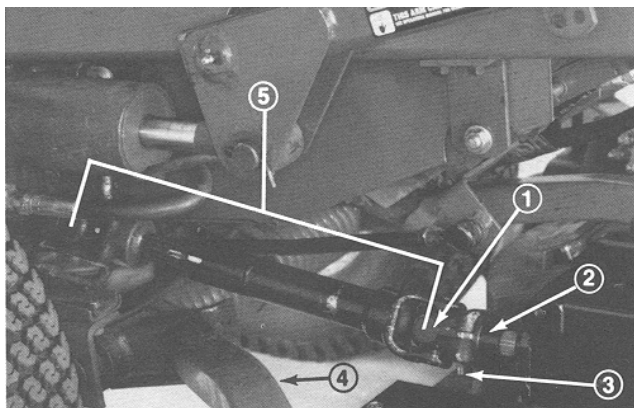

Bild 26
3. Treiben Sie den Rollstift aus dem Joch und der Eingangswelle des Getriebes (Bild 26). Lösen Sie auch die Kopfschrauben und Sicherungsmuttern. Schieben Sie das Joch von der Eingangswelle. Wenn Sie die Zugmaschine ohne Mähwerk einsetzen, treiben Sie den Rollstift aus dem Joch an der ZWA-Gelenkwelle und nehmen Sie die ganze Universalwelle von der Zugmaschine ab.
5. Ein Helfer sollte den rechten Schubarm nach unten drücken, während Sie die Kopfschrauben, Flachscheiben, Sicherungsscheiben und Muttern entfernen, mit denen die Befestigung der Kugelgelenke am Laufradarm des Mähwerks befestigt ist (Bild 26). Der Helfer kann den Druck auf den Schubarm langsam vermindern, indem der Schubarm langsam nach oben bewegt wird, sodass die Federlast von 445 N allmählich gelöst wird.